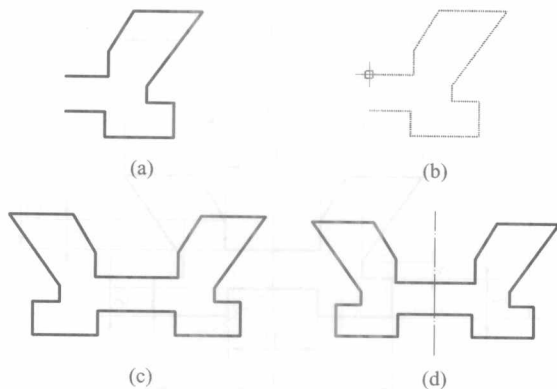

图 2-2 方法一绘图过程
由此绘制完成的图形如图 2-2(a) 所示。
(2) 镜像命令: 点选  按钮, 将立即菜单中的参数分别设置为: 拾取两点、正交、拷贝。采用窗口方式选择图中图形, 完全选中后, 单击鼠标右键。鼠标左键拾取第一个点(如图 2-2(b) 所示)和第二个点, 得到如图 2-2(c) 所示图形。
(3) 中心线命令: 鼠标左键单击 , 立即菜单设置为默认选项。鼠标左键点击关于中心线对称的两直线, 生成对称中心线。采用动态编辑将中心线调整到适当位置, 如图 2-2(d)。